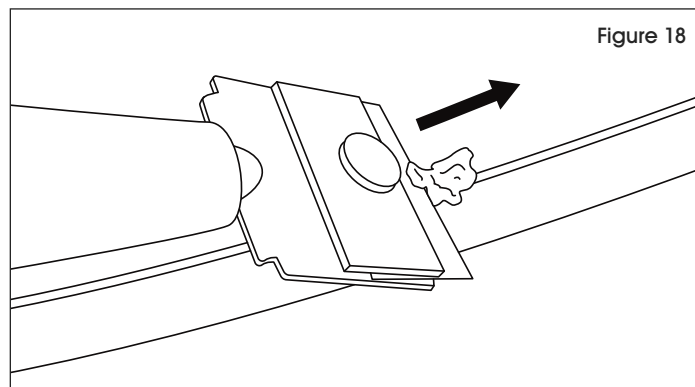

Figure 18
3. Une fois que le produit de rebouchage a séché, utilisez une lame de rasoir pour gratter l'excédent de la surface stratifiée. (Voir Figure 18)